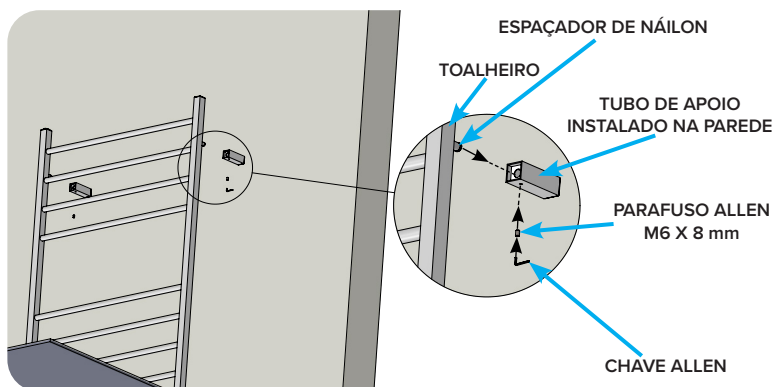

Figura 26 – Instalação do Toalheiro na parede
9. INSTALAR o Toalheiro na parede, alinhando os 2 (dois) Espaçadores de Náilon superiores com os 2 (dois) Tubos de Apoio instalados na parede. INSTALAR os Parafusos Allen M6 x 8 mm e APERTAR, adequadamente, com a Chave Allen 2 mm (Figura 26);